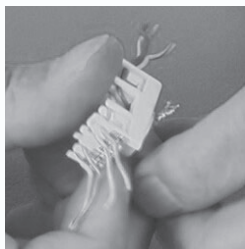

图4-30 压接8芯线
3) 按照T568B线序将8芯线压入模块对应的8个塑料线柱刀片中。注意，一定要将网线拉直，并置于压盖小平台正上方，如图4-30所示。